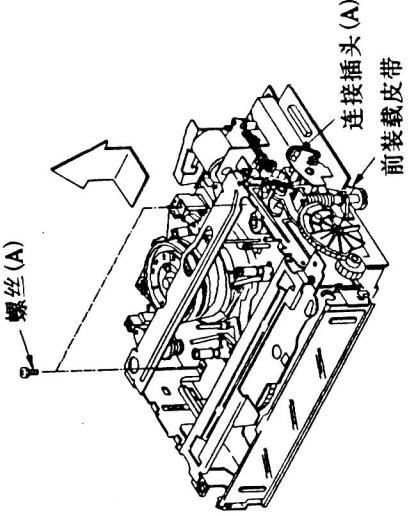

图26
- 步骤：①卸下顶盖、前面板和底板；
②从录像机后底部卸下前装载皮带FL，如图26所示；
③按图26中箭头所示方向移动前装载装置，从机构部件上将其取下；
⑤按图26中箭头所示方向移动前装载装置，将前装载皮带卷曲。